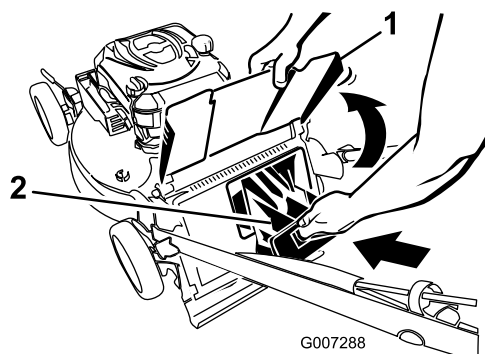

Figure 33
4. Installez l'obturateur d'éjection arrière (Figure 33).